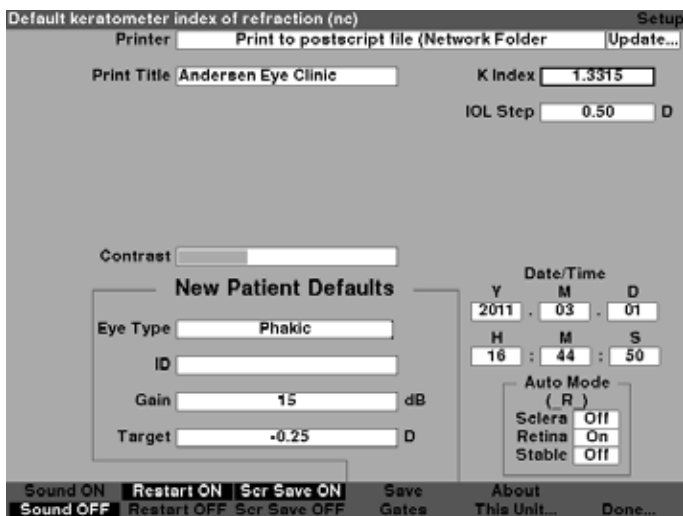

Figura 5-59 Campo do índice K ajustado
4. Pressione o botão giratório ou o botão $\sqrt{\quad}$ para salvar a ID padrão inserida e desativar o campo conforme mostrado na Figura 5-59.